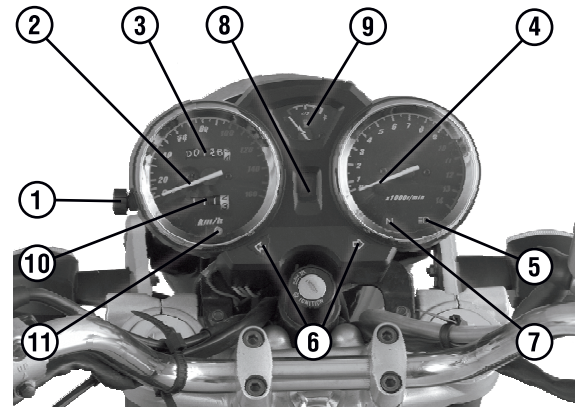

Рис. 7 Панель приборов
**Головка сброса показаний одометра** (рис. 7, поз. 1) служит для обнуления показаний **одометра разового пробега** (рис. 7, поз. 10). Вращением головки против часовой стрелки можно установить показания прибора на 000.0.
**Спидометр** (рис. 7, поз. 2) показывает скорость движения мотоцикла (в километрах в час).
**Одометр** (рис. 7, поз. 3) показывает пробег мотоцикла в километрах от начала эксплуатации.
**Тахометр** (рис. 7, поз. 4) показывает скорость вращения коленчатого вала двигателя (в оборотах в минуту). Максимальная мощность двигателя достигается при скорости вращения коленчатого вала 8500 об./мин. Допускается кратковременное превышение оборотов максимальной мощности, но не более, чем до 9500 об./мин. Категорически запрещается превышать отметку 10000 об/мин., обозначенную красным цветом шкалы тахометра.
**Контрольная лампа дальнего света фары** (рис. 7, поз. 5) указывает на включение дальнего света фары.
**Контрольная лампа указателей поворотов** (рис. 7, поз.6) указывает на включение указателей поворотов.
**Контрольная лампа нейтральной передачи** (рис. 7, поз.7) указывает на включение нейтральной передачи.
**Контрольная лампа включенной передачи** (рис. 7, поз. 8) показывает порядковый номер включенной передачи.
**Указатель уровня топлива** (рис. 7, поз.9) показывает количество топлива в баке. Нахождение стрелки в красном секторе указывает на необходимость заправки топливом.
**Одометр разового пробега** (рис. 7, поз. 10). позволяет измерить пробег мотоцикла от фиксированной точки отсчета. Для этого обнулите показания одометра посредством **головки сброса показаний одометра** (рис. 7, поз. 1).
**Контрольная лампа температуры охлаждающей жидкости** (рис. 7, поз. 11) сигнализирует о перегреве двигателя. Если во время движения контрольная лампа загорелась, необходимо немедленно снизить обороты и нагрузку на двигатель и остановиться. **Остудив двигатель**, проверьте уровень охлаждающей жидкости в радиаторе системы охлаждения, и если он в норме, можно продолжить движение, не допуская перегрева двигателя.